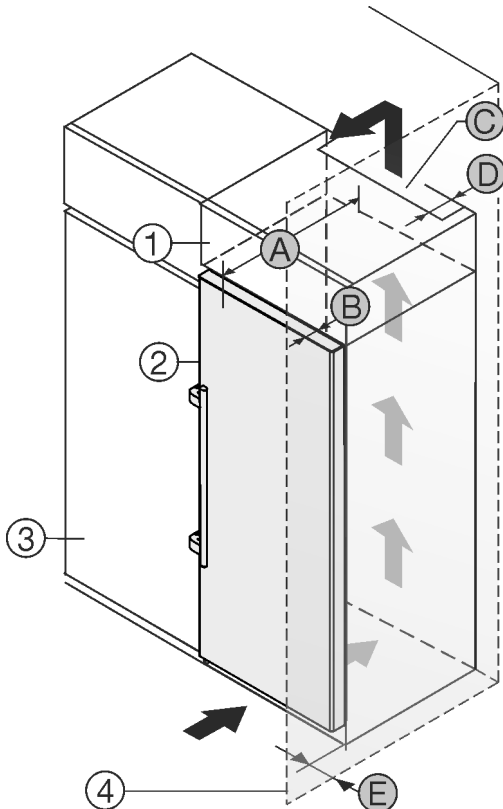

Fig. 2
Prietaisą galite statyti iš karto šalia virtuvės spintelės Fig. 2 (3)*
Galinėje uždedamos spintelės pusėje turi likti tarpas ventiliacijai, kurio gylis Fig. 2 (D) būtų per visą uždedamos spintelės plotį.*
Po patalpos lubomis turi būti laikomasi vėdinimo angos skerspjūvio Fig. 2 (C)*
Jei prietaisas su lankstais statomas greta sienos Fig. 2 (4), mažiausias atstumas tarp prietaiso ir sienos turi būti 57 mm. Tai atitinka rankenų išsikišimą esant atvertoms durims.*
Kad durys atsidarytų iki galo, palyginti su šaldytuvo priekiu, prietaisas turi išsikišti bent per savo durų gylį Fig. 2 (B). Priklausomai nuo virtuvės spintelėlių Fig. 2 (3) gylio ir atstumų iki sienos nustatančių detalių naudojimo, prietaisas gali išsikišti daugiau.*